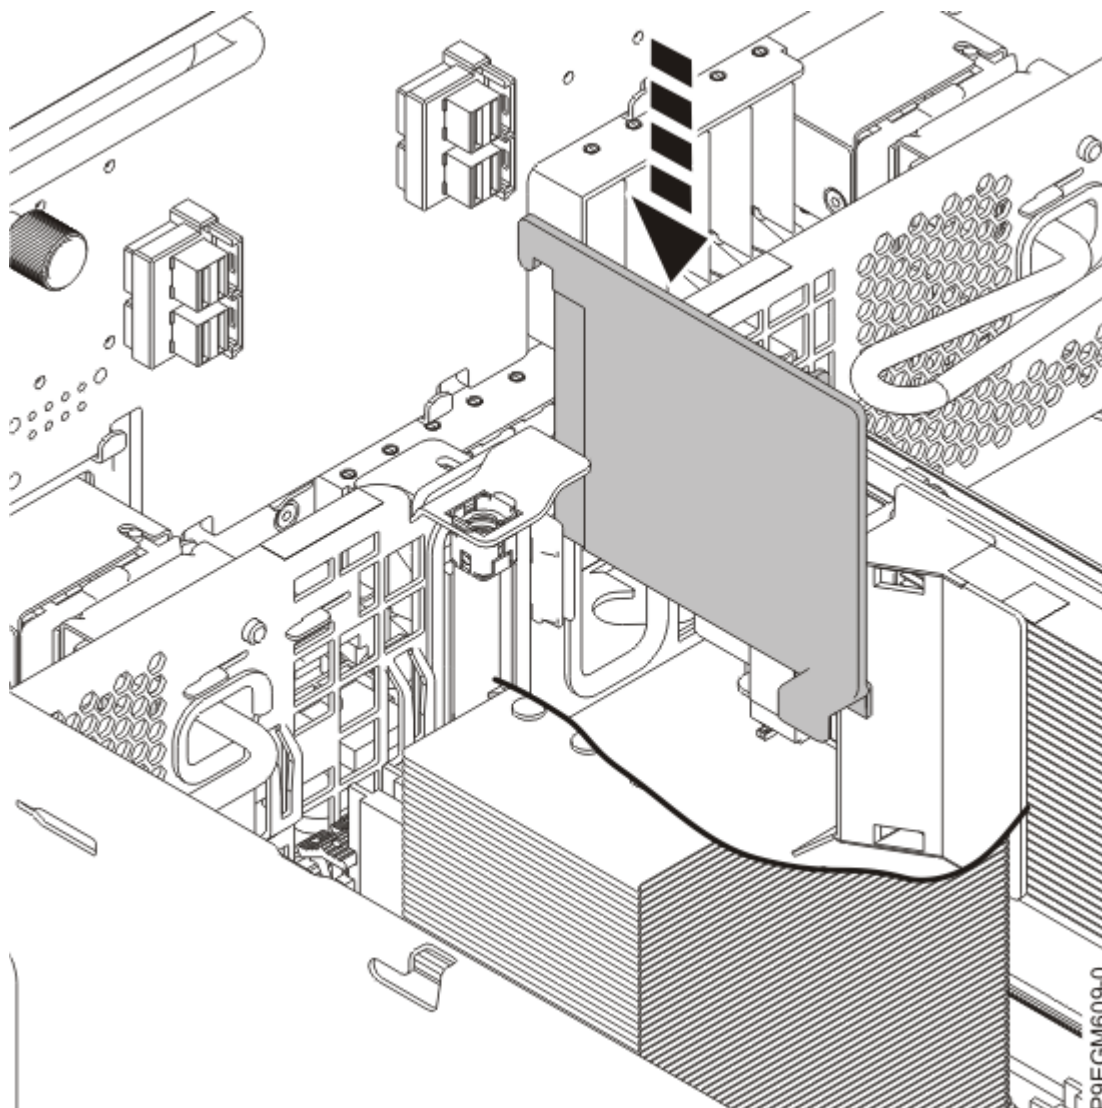

Figura 31. Instalación del separador de aire
c) Baje el separador de aire a su sitio como se muestra en la Figura 31 en la página 37.